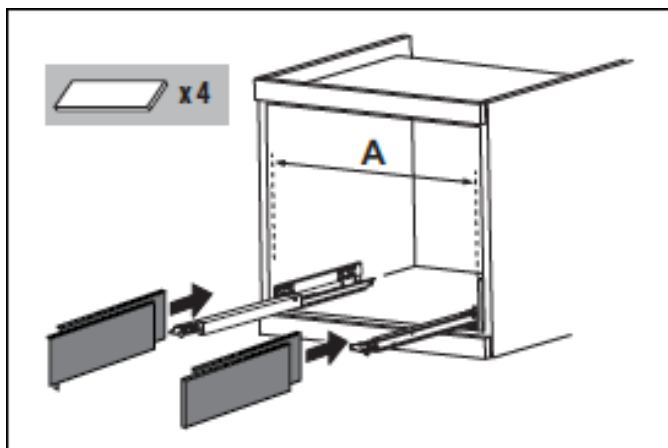
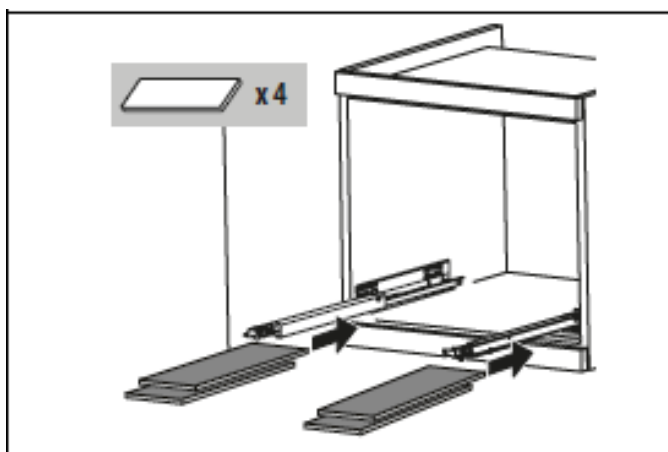

Рис. 8
Рис. 9
- При необходимости скорректируйте положение прибора, установив входящие в комплект проставки под опорой или по ее бокам (рис. 8, рис. 9).